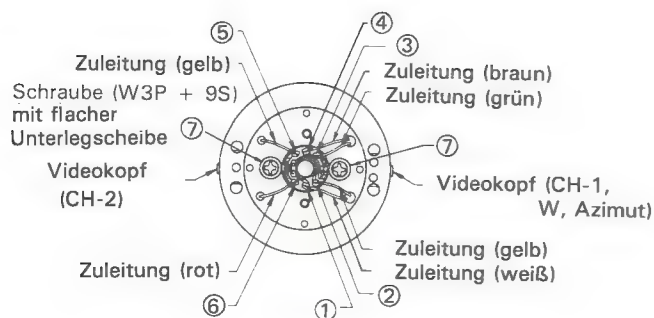

Abbildung 26
1. Das Austauschkopfrad wie in Abbildung 26 gezeigt einbauen. Dabei darauf achten, daß alle Zuleitungen richtig angebracht werden.